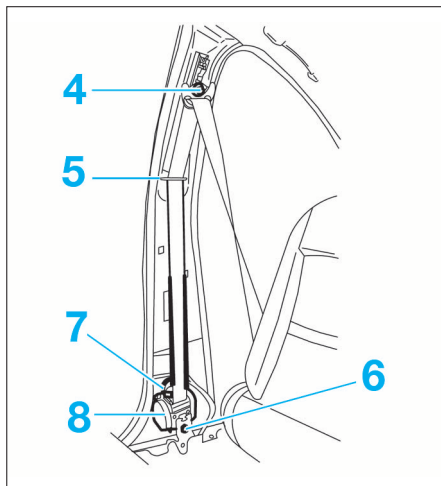

FIG. 9
- Déposer la vis de fixation (4) du point d'ancrage supérieur (Fig.9). Accompagner la sangle pour l'enrouler et la dégager du guide intermédiaire (5).
- Déposer la vis de fixation (6) du point d'ancrage inférieur.
- Débrancher le connecteur (7).
- Déposer l'enrouleur pyrotechnique (8) avec la ceinture.